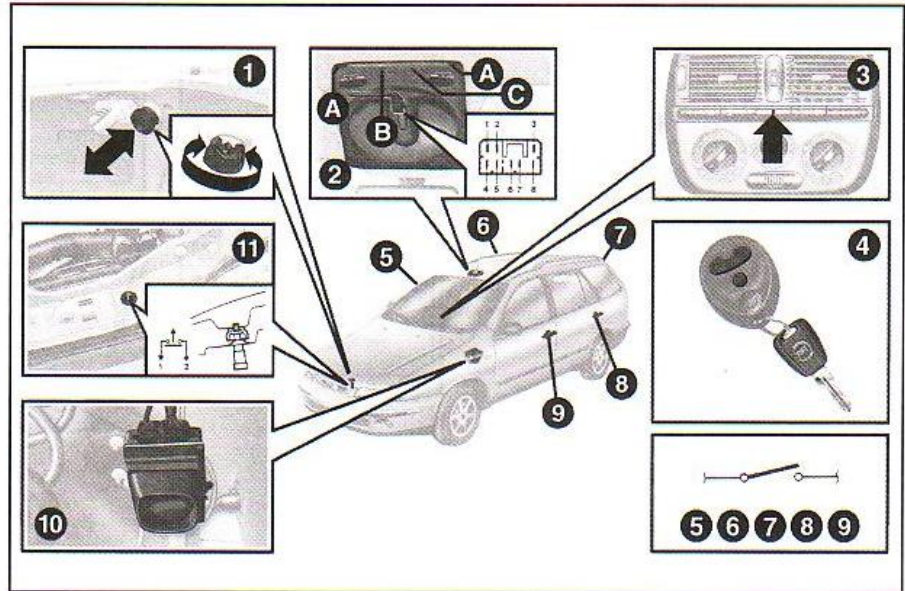

fig. 2
**LOCALIZAÇÃO DOS COMPONENTES NO VEÍCULO - Marea Weekend - fig. 2**
Como exemplo para o instalador, ilustra-se na **fig. 2** a instalação para os veículos equipados na fábrica com o alarme eletrônico.